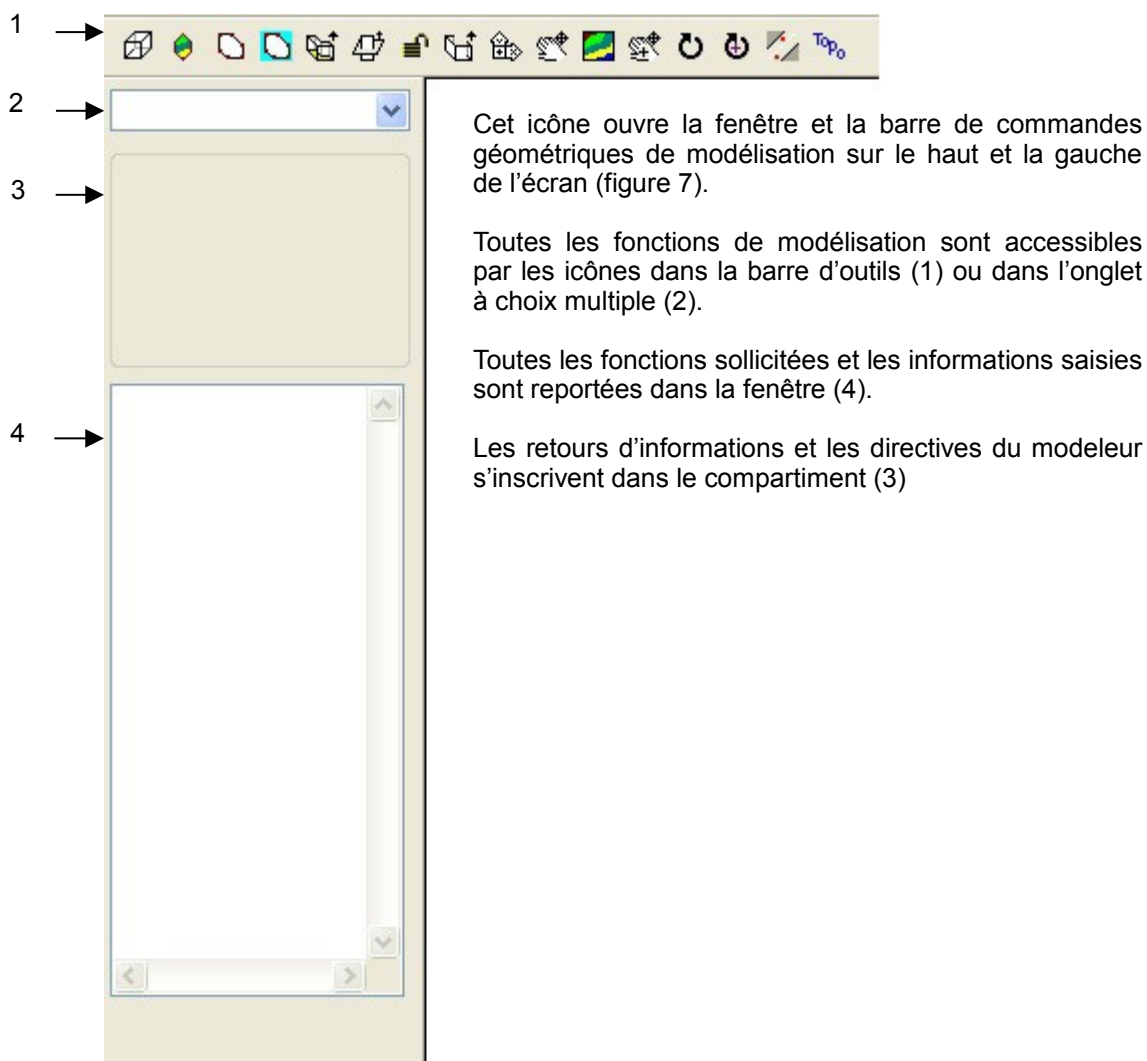

figure 7:
Toutes les fonctions de modélisation sont décrites ci-après (cf. page précédente n° 4 de la figure 7) :
- Entre parenthèses, figure le nom correspondant à la fonction dans l'onglet n°1 figure 7.